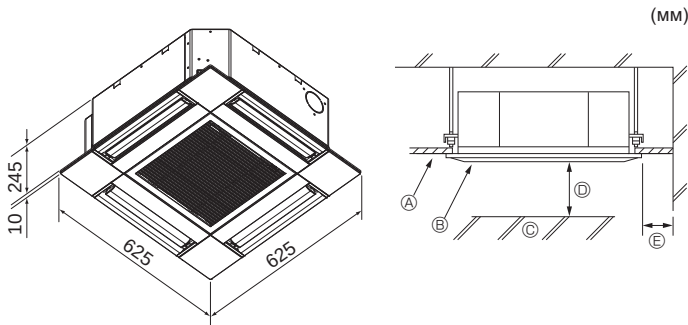

Fig. 3-1
3.1. Внутрішній блок (Fig. 3-1)